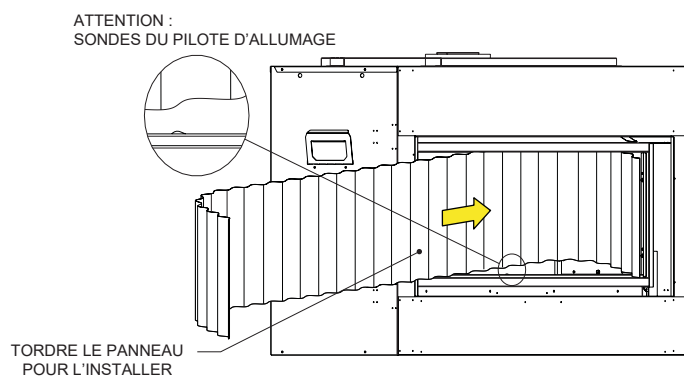

Figure 4
9. Pour installer la garniture, il sera plus facile d'insérer l'extrémité droite dans l'âtre en premier. **Voir Figure 4.** Pour l'insertion, il sera requis de tordre légèrement la garniture. La garniture devra être poussée dans les coins de l'âtre juste assez pour engager le rebord avant droit dans le support de retenue de droite. **Voir Figure 4.**